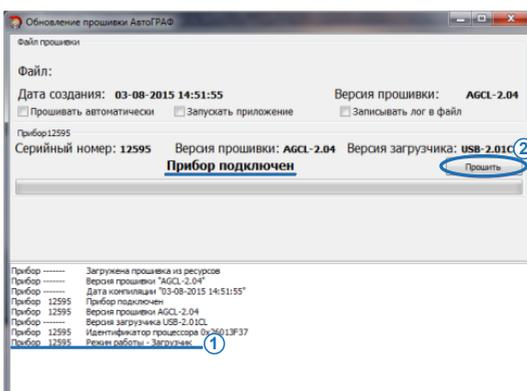

Рис.15. Обновление прошивки устройства TK-CAN-LOG.
4. Замкните контакты BOOT на плате устройства TK-CAN-LOG (см. Рис.15) и подключите устройство к ПК с помощью стандартного кабеля USB AM – USB microB 5pin.